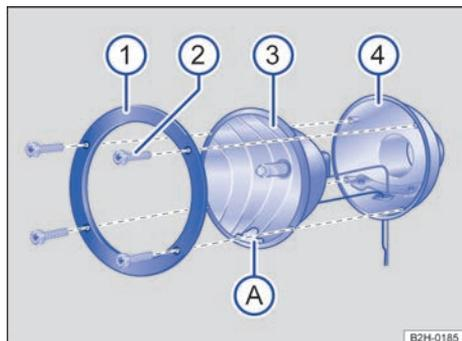
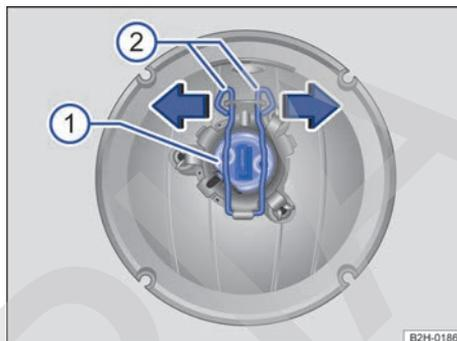

Fig. 182 Faro adicional en el techo del vehículo: desmontar el cristal.
Fig. 183 Faro adicional en el techo del vehículo: cambiar la lámpara.
2. Suelte los tornillos ⇒ **fig. 182** (2) con la llave de las herramientas de a bordo.
3. Retire el anillo de sujeción (1) de la carcasa del reflector (3).
4. Extraiga la carcasa del reflector (3) de la carcasa del faro (4) con cuidado.
6. Presione los bloqueos ⇒ **fig. 183** (2) hacia abajo y desengánchelos en el sentido de la flecha.
7. Extraiga el portalámparas (1) de la carcasa del reflector.
10. Presione los bloqueos (2) hacia abajo y engánchelos en el sentido contrario al de la flecha.
12. Coloque la carcasa del reflector ⇒ **fig. 182** (3) en la carcasa del faro (4). La marca (A) deberá quedar abajo ⇒ (1).
13. Coloque el anillo de sujeción (1) en la carcasa del reflector.
14. Enrosque y apriete los tornillos (2) con la llave.